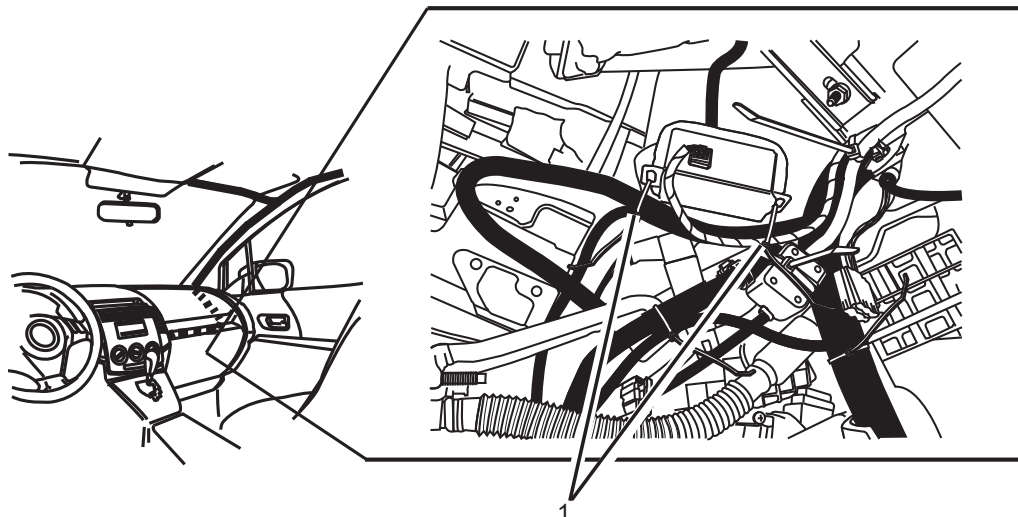

FIGURE 45
- 3.) SECURE THE AUDIO INTERFACE RELAY IN THE GLOVE BOX AREA USING 2 WIRE TIES (1). (SEE FIGURE 45)